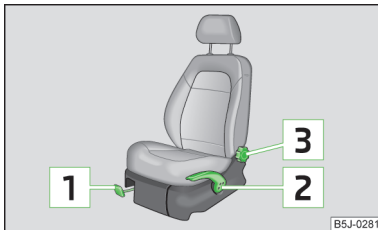

Abb. 37
- › Den Hebel  » Abb. 37 nach oben ziehen und dabei den Sitz in die gewünschte Position schieben.
- › Möchte man den Sitz anheben, den Hebel  » Abb. 37 nach oben ziehen bzw. pumpen.
- › Die Sitzlehne entlasten (sich nicht anlehnen) und das Handrad  » Abb. 37 drehen, um die gewünschte Lehnenneigung einzustellen. ■